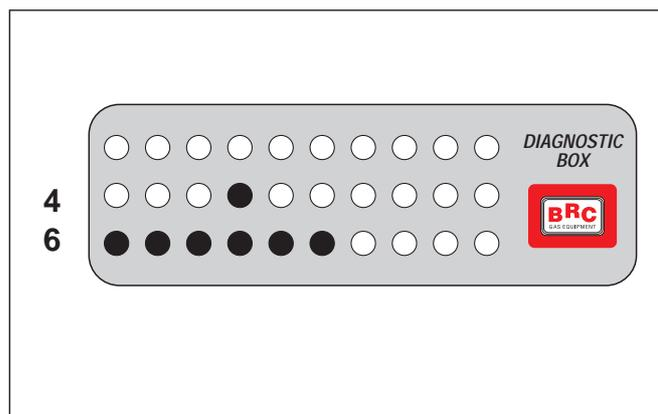

Fig. 40
- **Il valore di default al termine della procedura di prima acquisizione ed autoconfigurazione è 46** (fig. 40).